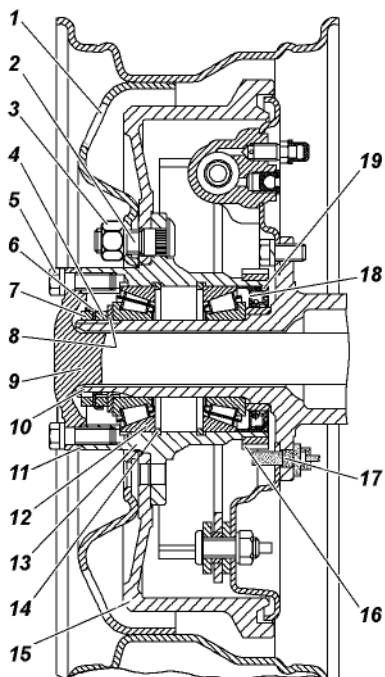

Рис. 9.21. Ступица заднего колеса:
2. Снимите колпак колеса. Демонтируйте полуось 9 (рис. 9.21) заднего моста или ведущий фланец у переднего моста.